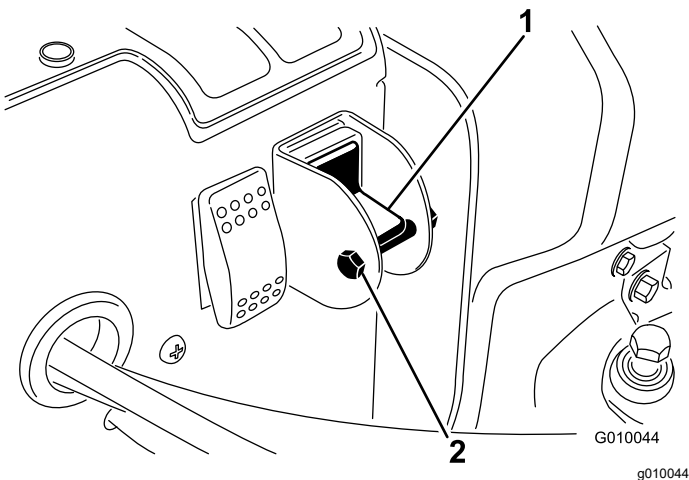

Figura 23
- Retire el perno de bloqueo y la tuerca del interruptor de selección (Figura 23).